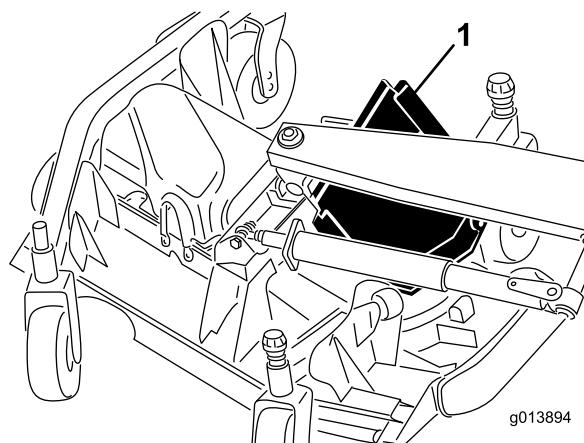

Figura 79
6. Levante a extremidade dianteira e oriente-a entre o braço de elevação e o rolo para a retirar (Figura 79).